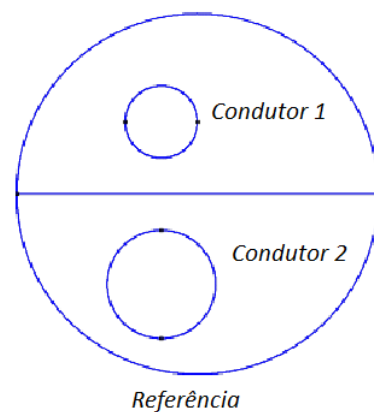

Fig. 2 Caso 2 - tubos metálicos cilíndricos paralelos no interior de um terceiro.
O segundo caso a ser simulado através do **FEMM** consiste de dois tubos metálicos cilíndricos de 10 cm de comprimento, dispostos paralelamente no interior de um terceiro tubo metálico de mesmo comprimento, conforme ilustrado na Fig. 2. Os tubos internos foram denominados *Condutor 1* e *Condutor 2* e o tubo externo, que envolve os anteriores, denominado *Referência*. Cada tubo interno situa-se à mesma distância da linha diametral que separa o tubo externo em dois. O arquivo de dados para esse caso teste é denominado **parciais.FEE**.
- c) **[1,0]** O modelo de Circuito Equivalente do sistema da Fig. 2 possui um elemento C_{10} , a capacitância entre o *Condutor 1* e a *Referência*. Obter numericamente esse valor e determinar a carga no condutor *Referência*. Há uma relação entre esses dois valores. Justificá-la fisicamente.